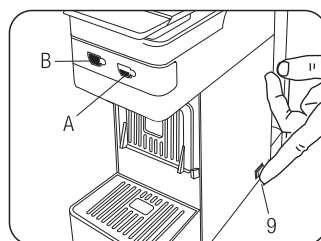

Fig.4
- Accendere la macchina azionando l'interruttore principale (9)(**Fig.4**)
- I tasti (A) e (B) cominceranno a lampeggiare; dopo circa un minuto si illuminano in modo fisso e la macchina è pronta per l'utilizzo (**Fig.4**)